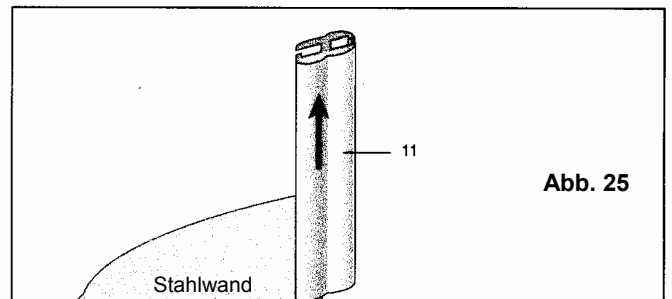

Abb. 25
- 2** Setzen Sie das Steckprofil (Ziffer 11) auf die Stahlwand auf, Abbildung 25.